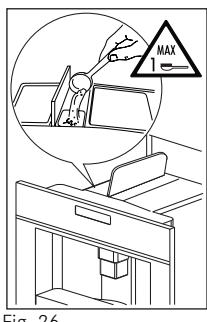

Fig. 26
- ▶ Ridicați capacul central, puneti o măsură de cafea pre-râşnită în pâlnie (Fig. 26), împingeți dispozitivul înapoi și continuați aşa cum se arată în secțiunea "Prepararea cafelei folosind cafea boabe".